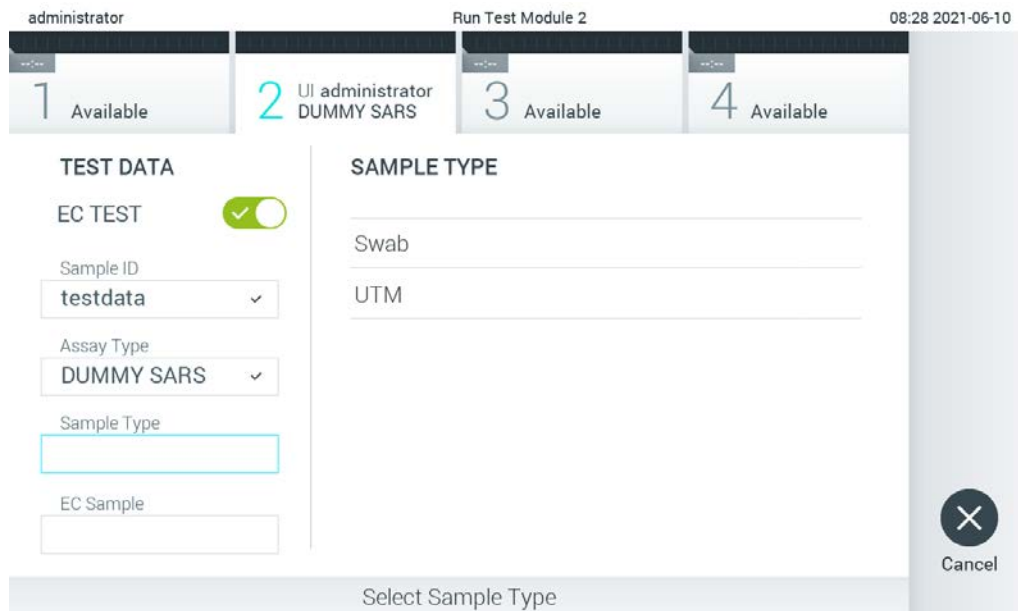

Рис. 90. Выбор типа пробы.
- При необходимости выберите нужный тип пробы в списке (рис. 90).